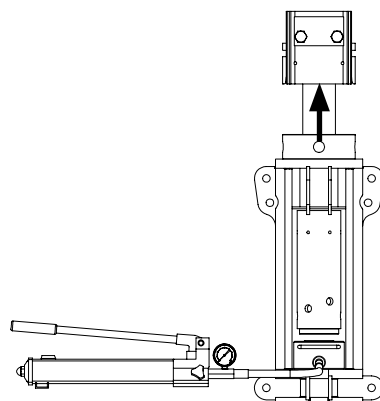

Fig. 23
7. Aprire la valvola di spurgo e abbassare il cilindro idraulico. (Fig. 23)